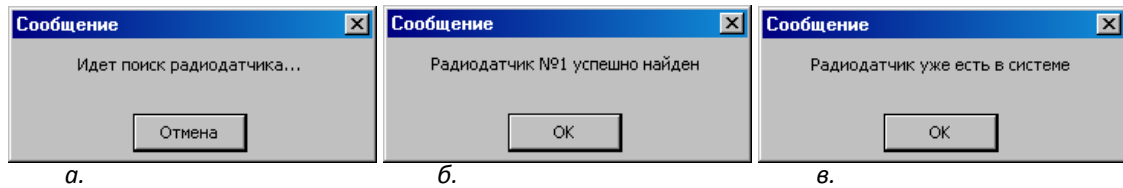

Рис. 3.5.1.2. Сообщения при добавлении радиодатчиков в систему
3. Если все было сделано правильно, появится сообщение об успешном добавлении радиодатчика (рис. 3.5.1.2. б).
При добавлении датчика, который уже есть в системе, появится сообщение «Радиодатчик уже есть в системе» (рис. 3.5.1.2. в).
В случае если датчик не подключается к системе, убедитесь, что он находится в режиме добавления в систему, а также, что к панели «Контакт GSM-14» к клеммам XT1 и XT2 подключены антенны, как показано на рис. 3.5.1.